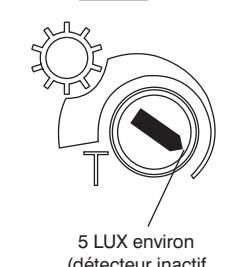

FIG. 14
•La régulation des Lux () détermine le niveau de luminosité à partir duquel l'installation d'éclairage entre en fonction quand le détecteur de mouvement est programmé sur le FONCTIONNEMENT AUTOMATIQUE. Tourner temporairement le régulateur () dans le sens horaire jusqu'à l'arrêt (position crépuscule). Dans ce mode de régulation temporaire, le détecteur de mouvement demeure inactif durant la lumière du jour (FIG. 14). Au moment du crépuscule, quand il existe le niveau de luminosité auquel on souhaite que la lumière s'active, il suffit de programmer le régulateur () sur la position estimée appropriée.